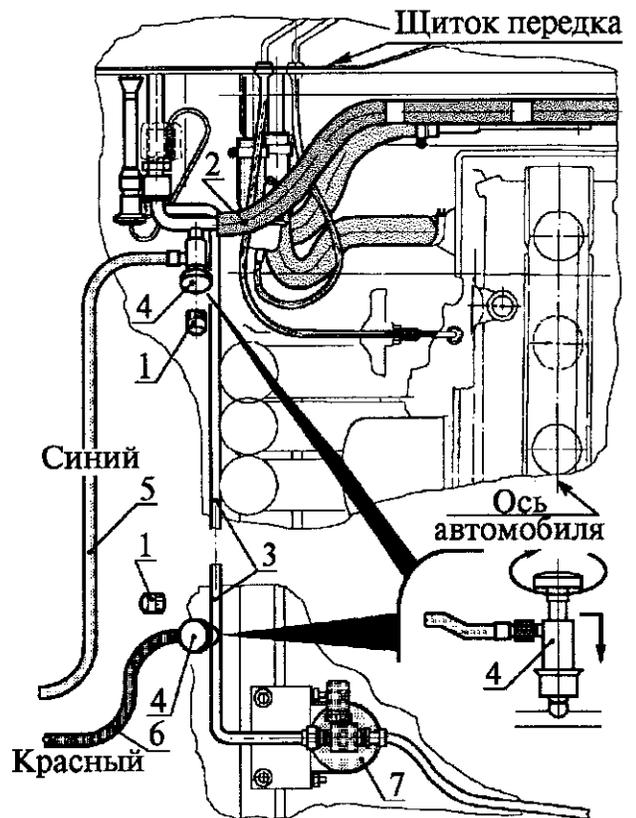

Рис. 40. Подсоединение шлангов заправочного комплекса к заправочным штуцерам климатической установки и заправка системы хладоном:
6.1. Подсоединить шланги 5, 6 (рис. 40) заправочного комплекса к заправочным штуцерам климатической установки по пп. 3.5.1 - 3.5.3